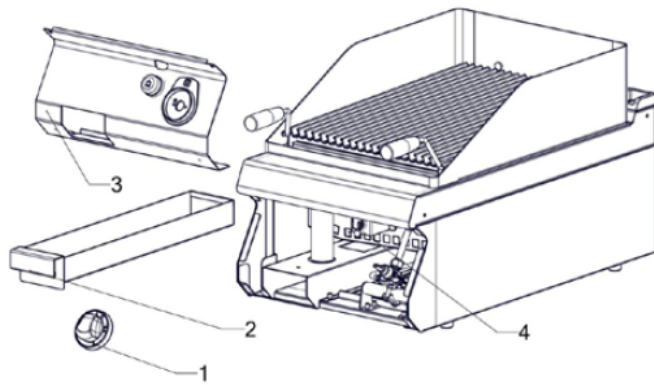

fig. 2
- 4) draai de moer los (fig. 2, opmerking 5)
- 5) trek de luchtinlaat eruit (fig. 2, opmerking 6)
- 6) Schroef, volgens de afbeelding (fig. 2), het mondstuk van de hoofdbrander los en vervang het door mondstukken die voldoen aan de tabel "TECHNISCHE GEGEVENS".